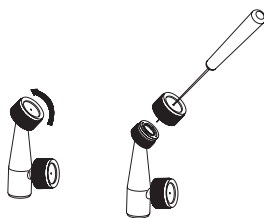

Рис. 14
- Проталкивайте небольшой провод через открытые отверстия, чтобы очистить от мусора. Затем промойте чистой водой. См. Рис. 14.